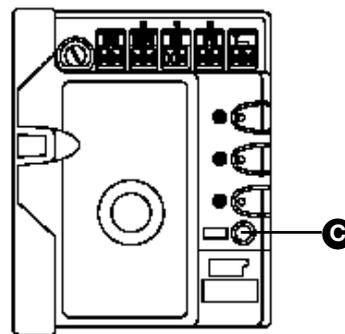

Abbildung 73
4 Die kleine gelbe Taste (A) in Abbildung 73 drücken, um eine ganze Öffnungsbewegung, dann eine Schließung auszuführen. Bei diesen beiden Bewegungen speichert die Steuerung die Kraft, die an jedem Punkt des Laufs notwendig ist.